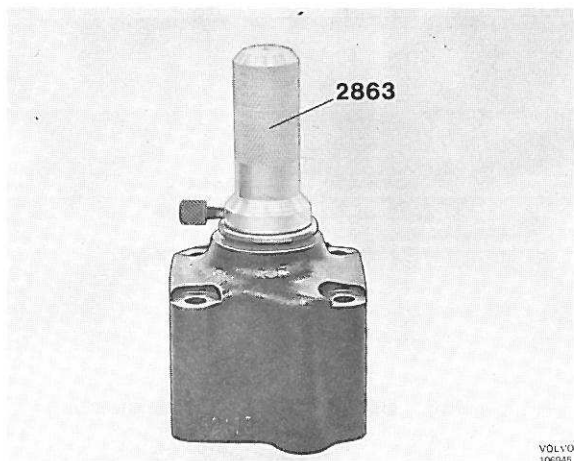

Figure 110. Montage de la bague d'étanchéité
5. Monter la bague d'étanchéité (54) sur le mandrin 2863 en se servant du guide détaché. Enlever le guide et monter la bague d'étanchéité dans le distributeur d'huile, figures 110 et 93. La lèvre de la bague d'étanchéité doit être tournée vers l'intérieur. Poser en place le jonc de verrouillage (53).